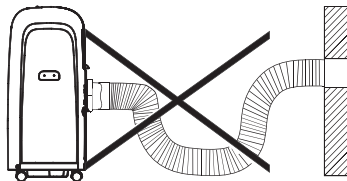

Рис. 2
**2) Установить кондиционер рядом с окном. Отрегулируйте длину шланга, чтобы добраться до окна. При установке вытяжного шланга убедитесь, что шланг не пережат и не перетянут (Рис. 2).**